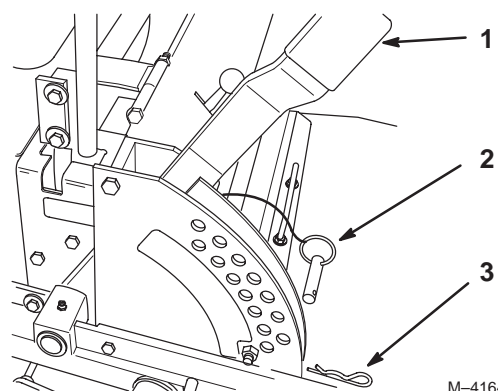

Figure 10
1. Appuyez sur la pédale d'aide au relevage tout en élevant le levier de sélection de hauteur de coupe à la position de transport (qui correspond aussi à la hauteur de coupe de 127 mm [5"]) (Fig. 10).
2. Pour changer de hauteur de coupe, retirez la goupille fendue et l'axe de chape du support de hauteur de coupe (Fig. 10).
3. Placez l'axe de chape dans le trou du support correspondant à la hauteur de coupe voulue (Fig. 10).
4. Fixez l'axe de chape avec la goupille fendue (Fig. 10).